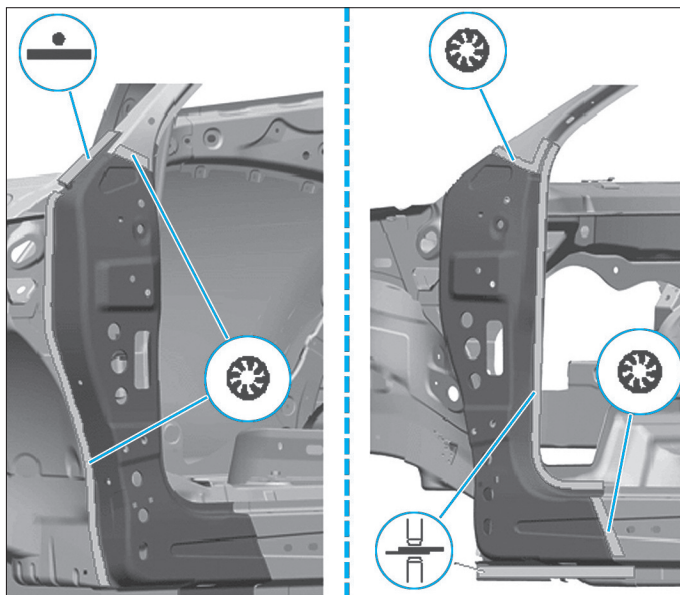

FIG. 53
- Contrôler l'ajustement par rapport au montant A (Fig.53).